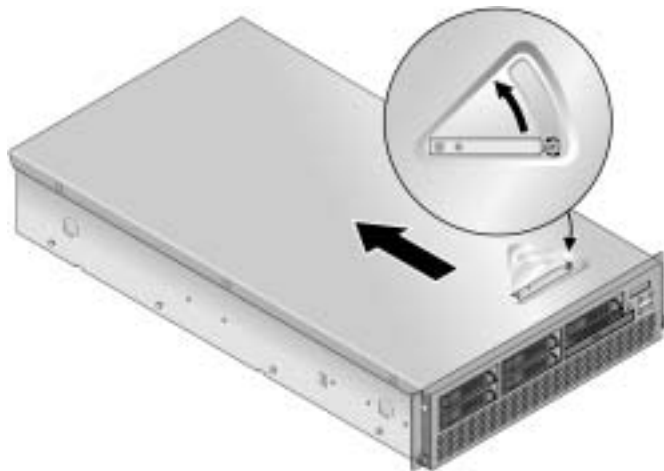

FIGURE 1-11 Retrait du capot
- a. Desserrez les vis captives sur le loquet du capot, puis tournez le loquet vers l'arrière du système pour repousser le capot (voir FIGURE 1-11).